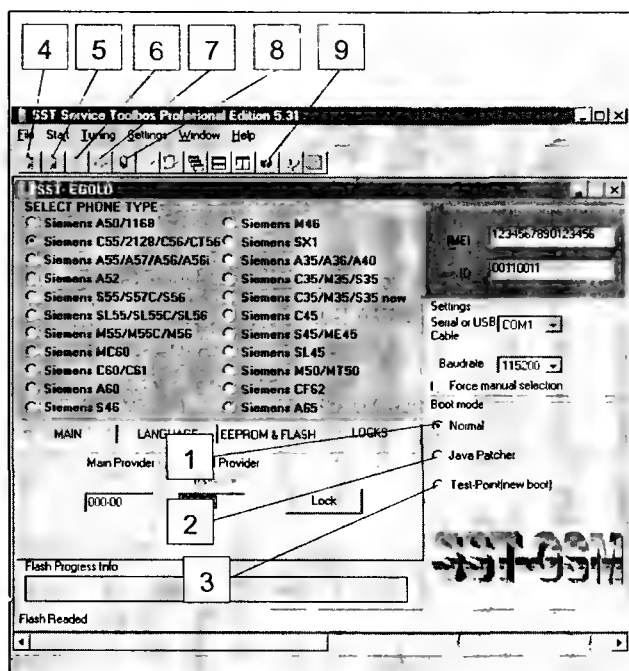

Рис. 3.16
Закладка LOCKS (рис. 3.16) позволяет заблокировать телефон на определенного оператора (например, для отечественного оператора МТС код блокировки 25001). Выбрав код оператора, в этом же окне нажимают кнопку «Lock». После проведения подобной операции, никакие
Поэтому, если в аппарате указанная защита отсутствует, программа SST работает в режиме NORMAL (например, на рис. 3.16 показан соответствующий «флажок» 1 в окне Boot Mode). Если же защита есть, переводят «флажок» в положение 2 (Test-Point) и в этом режиме выполняют коммутацию указанного вывода процессора или
Есть еще третий вариант «обхода» защиты. Большинство из рассматриваемых типов телефонов имеют режим поддержки Java-приложений (для сведения, JAVA — это универсальный язык для создания управляющих программ устройств различного назначения, в которые входят и сотовые телефоны). Переключив флажок в положение 3 (Java Patcher — см. рис. 3.16), с помощью JAVA-патчей модифицируется содержимое памяти телефона таким образом, что не опрашивается логическое состояние вывода T9 процессора, вследствие чего «обходится» описанная выше защита.
- кнопками 4 и 5 (рис. 3.16) открываются окна программы для телефонов EGOLG и SGOLG соответственно;